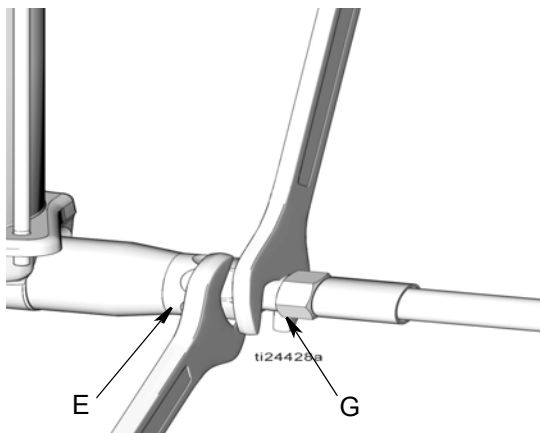

FIG. 6
2. **Alivie la presión** del sistema utilizando dos llaves que funcionen en direcciones opuestas en la salida de la bomba (E) y en el accesorio de la línea de lubricación (G) para **aflojar lentamente** el accesorio hasta que esté suelto y no salga más lubricante o aire por él (FIG. 6).